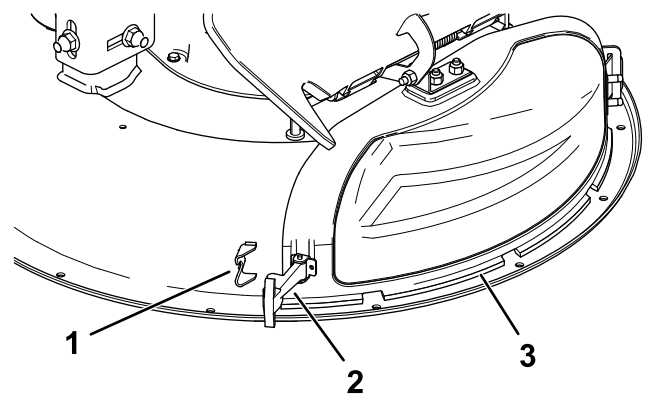

Figura 11
3. Suelte el cierre flexible del retén de la tapa de descarga y gire la tapa de descarga hacia la derecha (Figura 11).
6. Sujete la tapa de descarga a la carcasa enganchando el cierre flexible de la tapa de descarga en el retén de la carcasa (Figura 11).